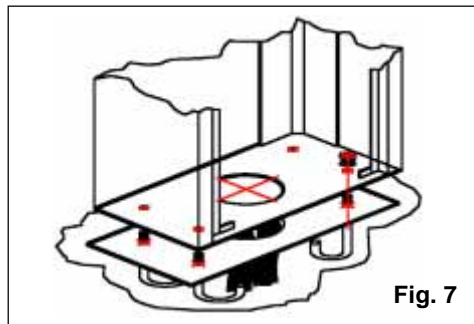

Fig. 7
- Fissare il montante sulla piastra di fondazione tramite i quattro dadi in dotazione come da fig.7.